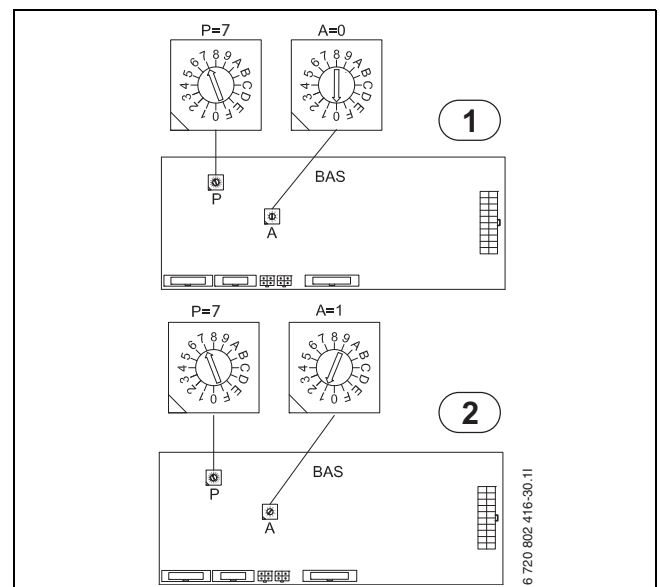

Bild 75 Adressierung von Wärmepumpe 1 und 2 bei Kaskadenschaltung.
- Die Adressierung der BAS-Karte (Wärmepumpe 2) von A=0 in A=1 ändern (→ Bild 75). Den Terminierungsschalter auf der PEL-Karte (Wärmepumpe 2) in die Position "Term" schalten.